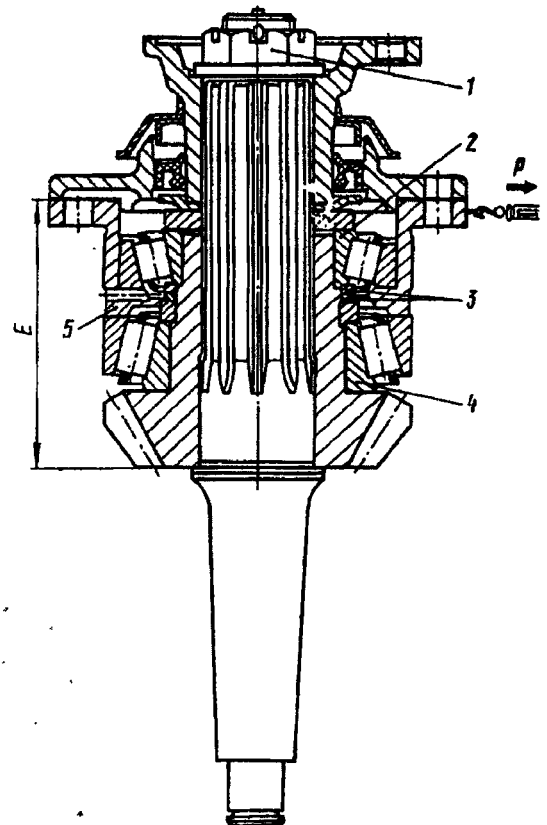

Рис. 224. Регулирование подшипников ведущего конического зубчатого колеса:
64. Отрегулируйте подшипники 2 и 4 (рис. 224) в следующем порядке:	Динамометрический ключ